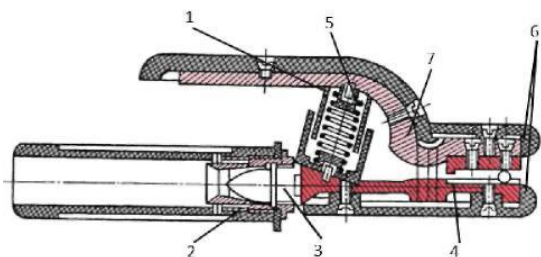

Рис.1
1. Произведите сравнительный анализ конструкций электрододержателей, изображенных на рис. 1 и 2